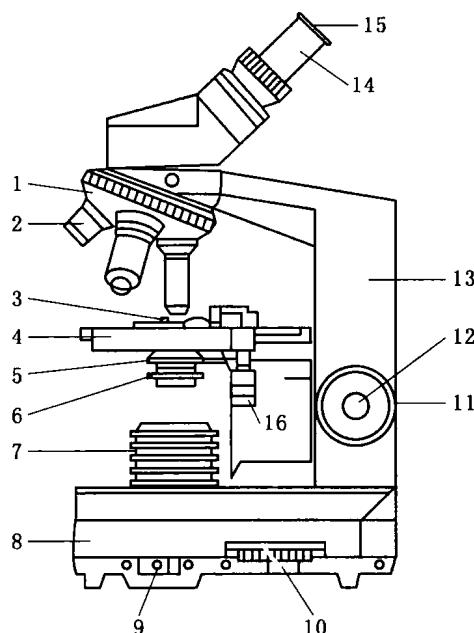

图 1-1 光学显微镜构造示意图
(1)光学显微镜的结构:光学显微镜是由机械系统和光学系统组成(图 1-1)。
①机械系统:显微镜的机械系统是整个显微镜装配的骨架,是安装光学系统的基座。显微镜的机械部件包括镜座、载物台、物镜转换器、镜筒和调节器等。